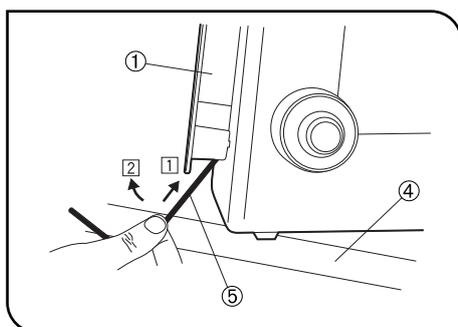

Fig. 30
▲ Desligue primeiro o cabo de alimentação para evitar choque eléctrico. Use chave Allen fornecida e não uma chave Allen mais fina. Desloque o microscópio para o rebordo da mesa ④, meta a chave Allen ⑤ na parte inferior do suporte do cabo ①, e levante o suporte, empurrando a chave Allen no sentido ① e ②, para o remover. (Fig. 30)